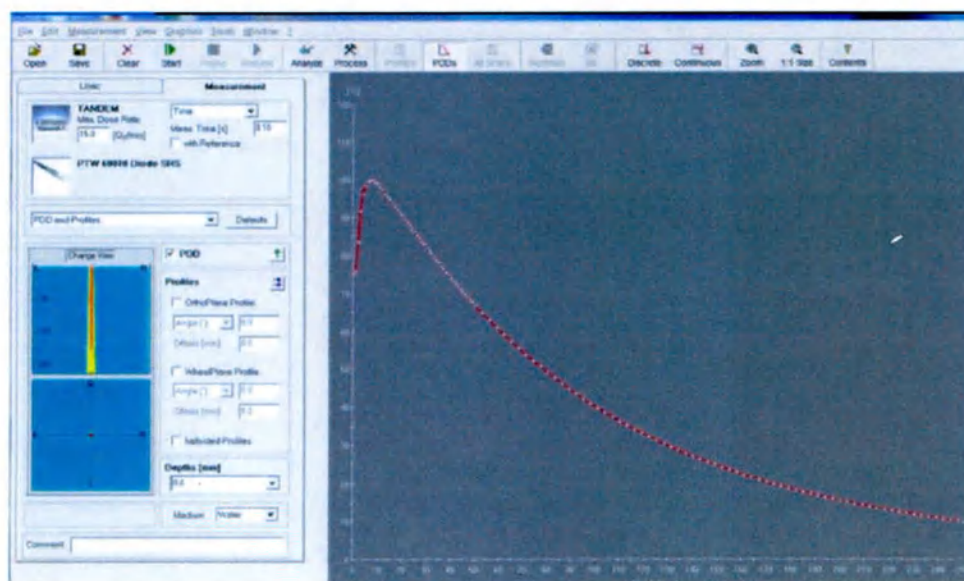

Рисунок 1-18. График глубинной дозы в процентах
- h. Перейдите в «Калибровка линейного ускорителя» (TDS Linac Calibration), выберите 25-мм коллиматор и введите дозу 5000 MU. После включения пучка немедленно перейдите в PTW Mephysto и нажмите «Пуск» (Start) для начала сканирования. Стандартный график глубинной дозы в процентах показан ниже (см. рисунок 1-18).